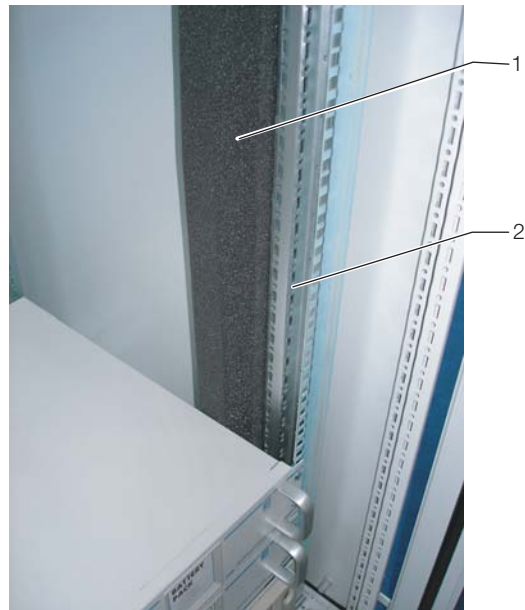

Abb. 24: Schaumstoffstreifen an einer Stütze des Serverracks
- Befestigen Sie den breiteren (Best.-Nr. SK 3301.370 / 3301.320) der beiden Schaumstoffstreifen aus dem Zuberhör des Liquid Cooling Package von außen an einer der vorderen Stützen des Serverracks (vgl. Abb. 24). Achten Sie darauf, dass Sie diesen Streifen auf der Seite des Serverschranks anbringen, auf der das Liquid Cooling Package angereicht wird.
- Befestigen Sie den schmaleren (Best.-Nr. SK 3301.380 / 3301.390) der beiden Schaumstoffstreifen aus dem Zuberhör des Liquid Cooling Package von außen an einer der vorderen Stützen des Serverracks (vgl. Abb. 24). Achten Sie darauf, dass Sie diesen Streifen auf der Seite des Serverschranks anbringen, auf der der Schrank wieder mit einer Seitenwand verschlossen wird.